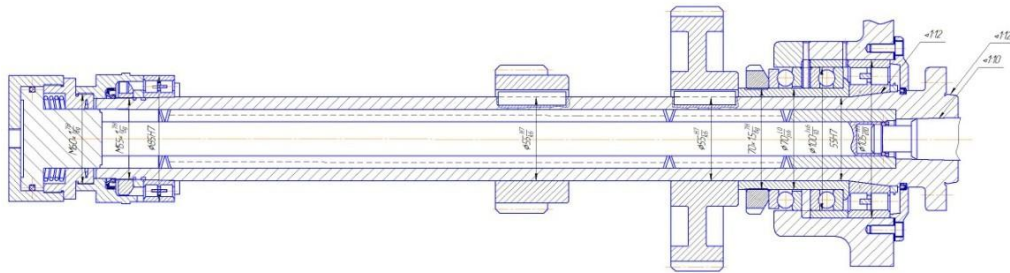

Рис. 2
7. Что входит в состав шпиндельного узла станка? (Рис. 2)